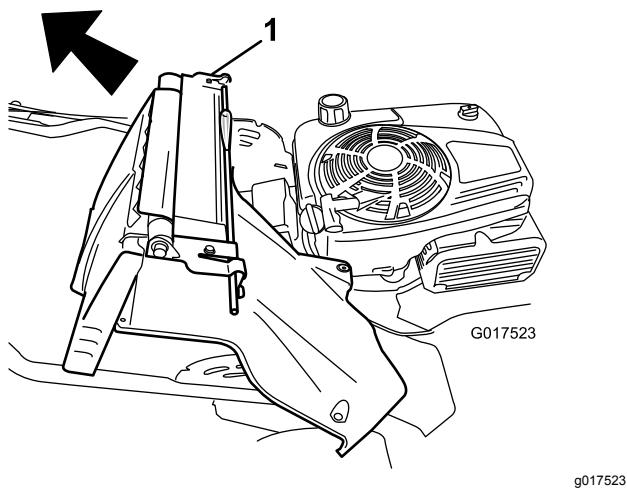

Figure 33
- Déposez l'ensemble volet arrière et levier de verrouillage du guidon (Figure 33).